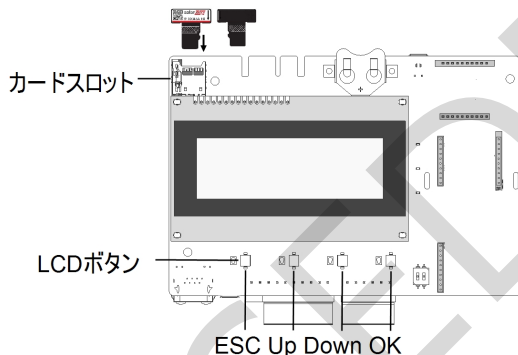

図 10:通信ボードとアクティベーションカード
1. ペアリングの実行パワーコンディショナのLCD OK ボタン (通信ボードの右端、図10参照) を約**10秒間**押し続けます。下記のメッセージが表示されます。